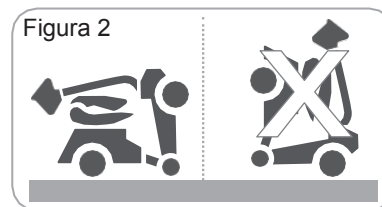

Figura 2 Posicione e pouse a scooter antes de a abrir.
- Ao encartar ou abrir a scooter, deve posicioná-la ou pousá-la num terreno plano (Figura 2).